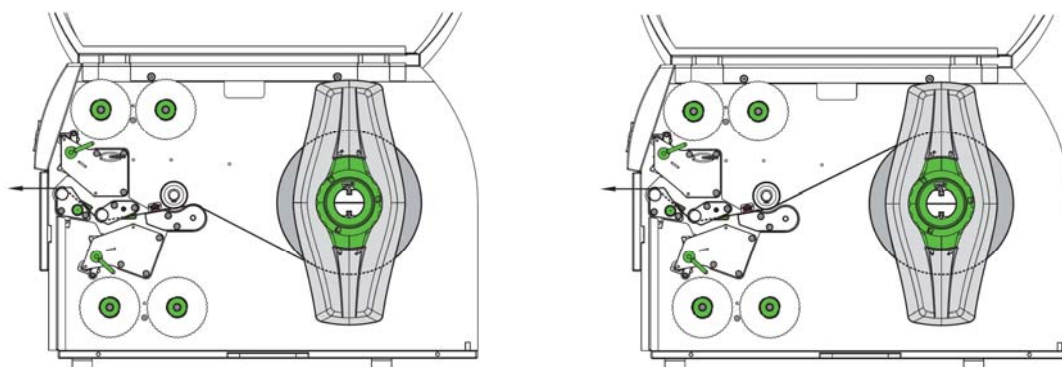

图 8 标签纸安装路径
1. 预留约50cm的标签纸长度以便安装，如图8所示路径方向将标签纸置入前方打印模块内；